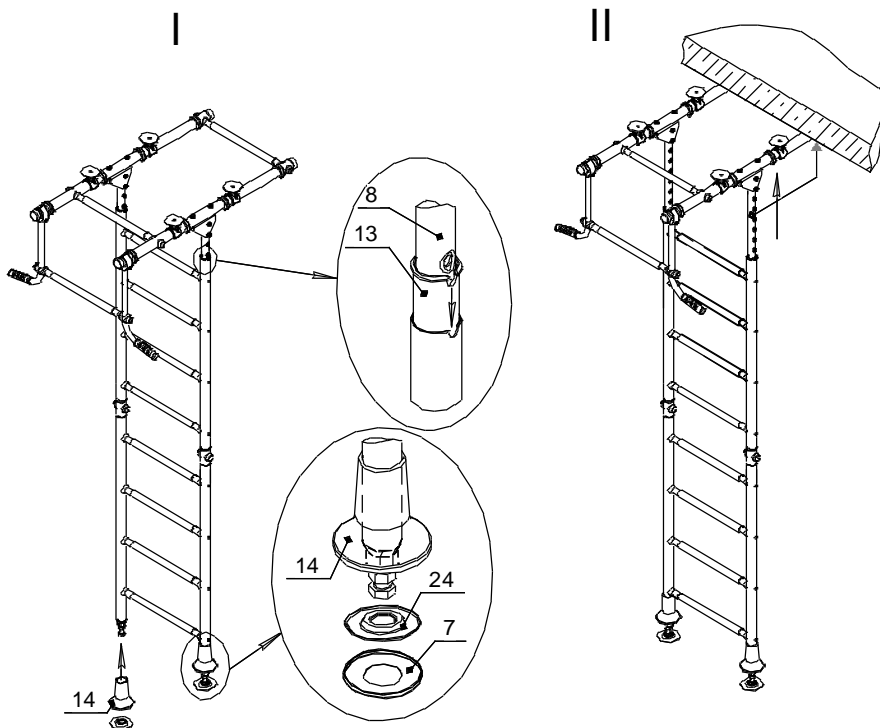

Рис.5
- II- Поднять раму до упора с потолком (рис.5).